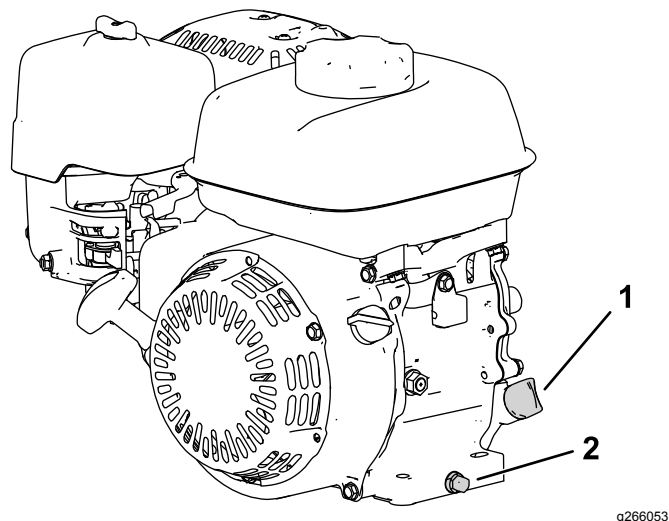

Figura 27
2. Coloque a máquina de maneira a que o motor esteja nivelado e limpe a área à volta do tubo de enchimento de óleo (Figura 27).
- Retire o tampão de escoamento, anilha e vareta (Figura 27).